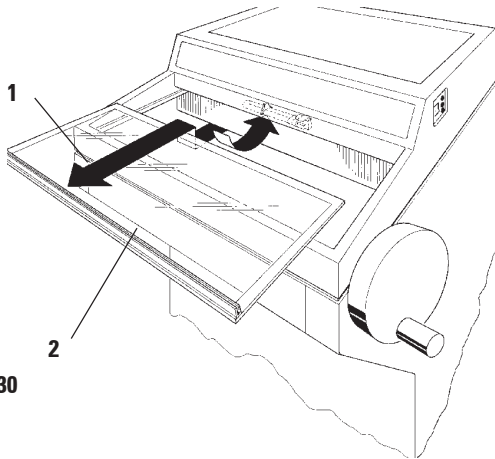

Fig. 30
- Déposer la fenêtre coulissante fermée: saisissez-la par le rebord, soulevez-la légèrement et sortez-la par l'avant (Fig. 30) - Cf. '9.3.6 Remplacement de la lampe à tube fluorescent'.
- Dévisser les vis (3) à l'aide d'une clé Allen de 4 mm. Pour déposer le microtome, ne pas dévisser les vis (7).
- Déconnecter la fiche (1) du moteur d'approche rapide en la tenant par la partie métallique.
- Déconnecter la sonde de température (2).
- Soulever légèrement le microtome en le tirant quelque peu vers la gauche. L'accouplement en plastique (5) reliant les deux axes se trouve ainsi dégagé.